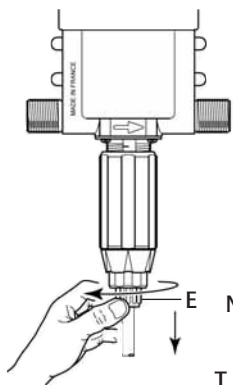
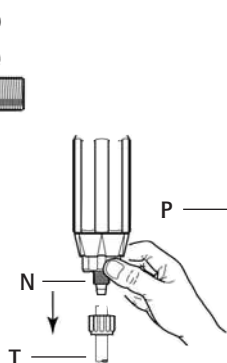

Fig. 16
Fig. 17
- draai de slangwartelmoer los (fig. 16-E), trek de slang met wartelmoer los (fig. 17-T).
- Bevestigingsmoer losdraaien en wegnemen (Fig. 17-N).
- trek het zuigventiel naar beneden uit de zuigbuis (Fig. 17).